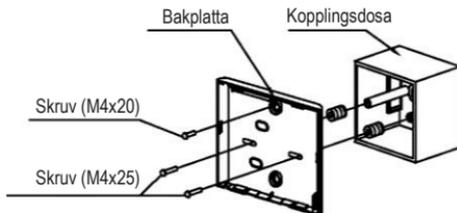

Fig. 3-6
- För försänkt montering: Sätt fast bakplattan på kopplingsdosan med två skruvar (M4x25) och sätt fast den på väggen med en skruv (M4x20). (Fig.3-6)